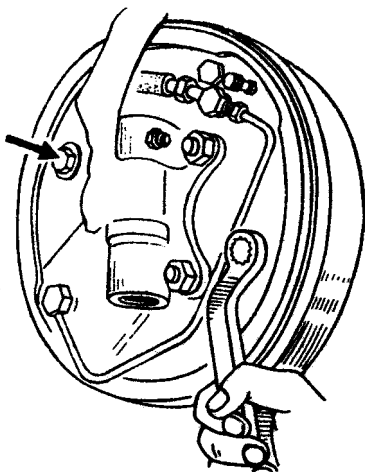

Рис. 69. Регулировка передних тормозов.
2. Вращая колесо вперед, слегка повертывайте регулировочный эксцентрик передней тормозной колодки, пока колодка не затормозит колесо (рис. 69 и 70).